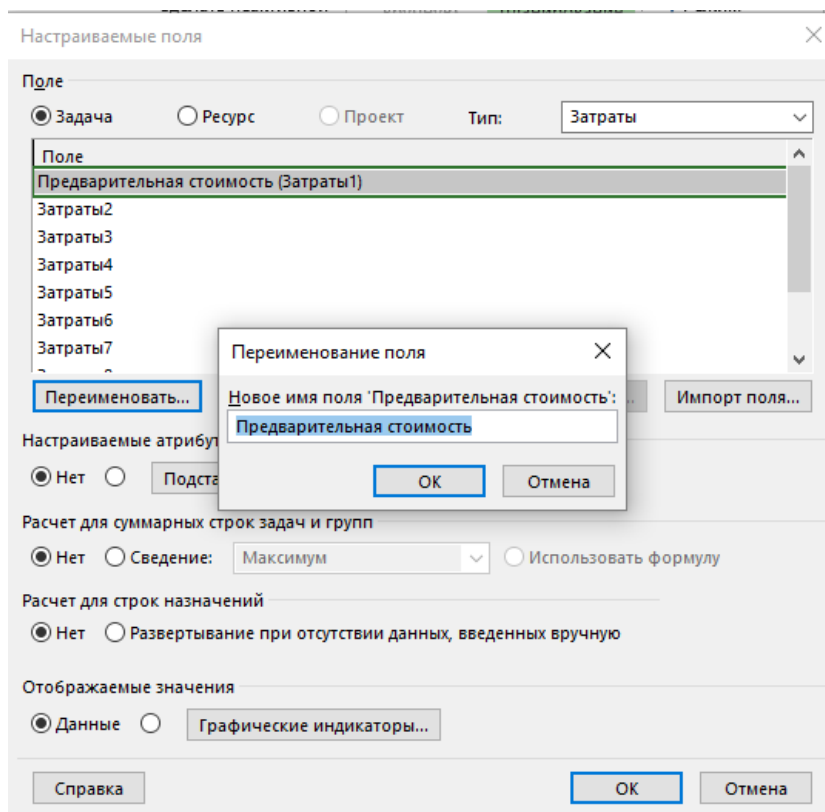

Рисунок 13 – Переименование настраиваемого поля
2. Или щелкнуть правой кнопкой мыши на названии колонки, выбрать в меню «Настраиваемые поля», выделить нужное вам поле, нажать «Переименовать» и ввести новое имя для поля, Рисунок 13.